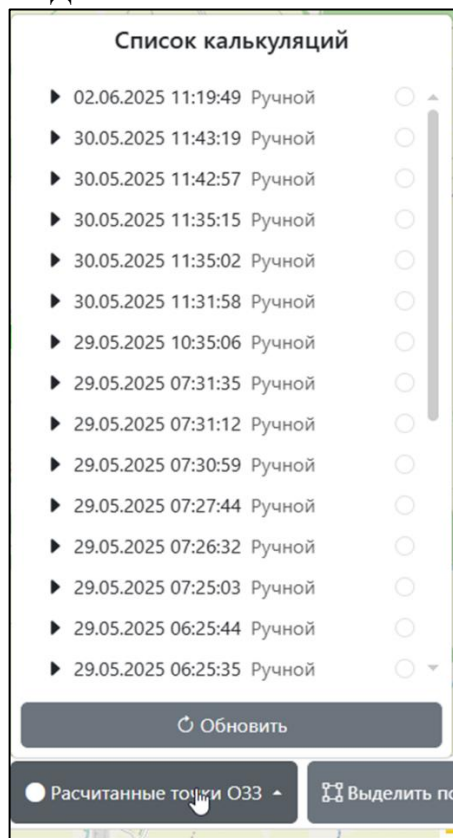

Рисунок 3.15 – Внешний вид списка калькуляций
3.2.3.4.1 При нажатии на кнопку «Расчитанные точки ОЗЗ» открывается список калькуляций (Рисунок 3.15).